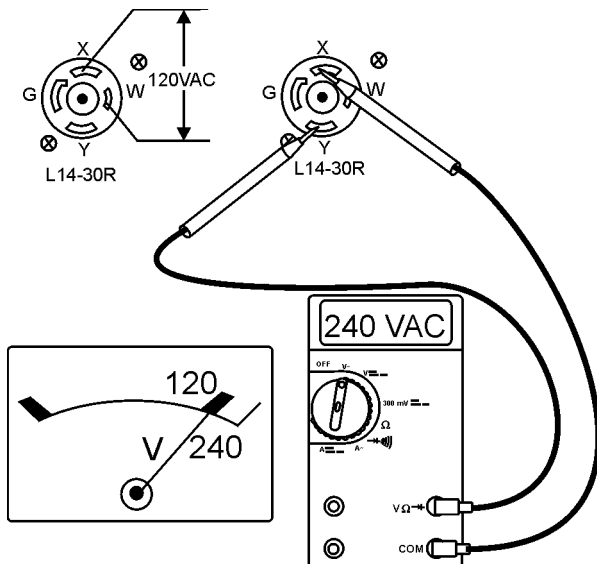

Figure 24. Prises 120/240 V L14-30R
5. La prise L14-30R est une prise bi-tension (120/240 volts). En utilisant un voltmètre externe comme le montre la figure 24, vérifiez que du 120/240 V CA est présent sur la prise L14-30R.